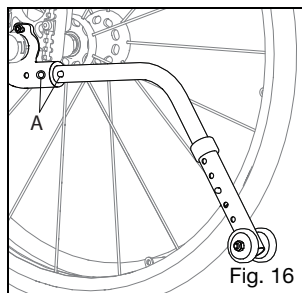

Fig. 16
Sådan installeres standard tipsinkring (fig. 16)
1. Tryk på udløserstiften bagtil (fig. 16:A) på tipsinkring røret, så begge udløserstifter trækkes ind.